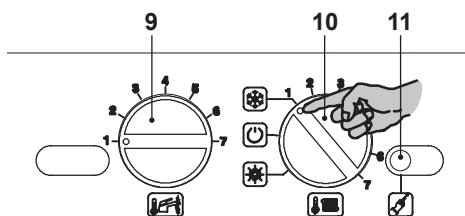
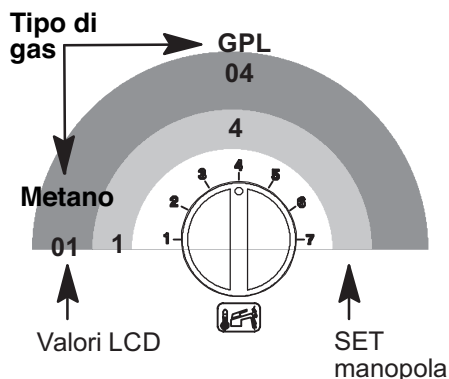
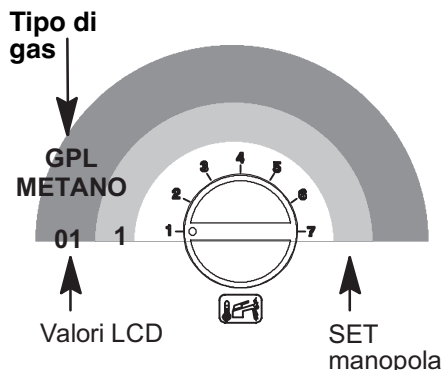

Figura 8.2
Figura 8.7
Figura 8.11
- Posizionare il selettore 9 e la manopola regolazione sanitario 10 come in Figura 8.2.
- Per settare il Tipo di gas bisogna entrare in programmazione premendo per 15 secondi il pulsante di ripristino 11 in Figura 8.2 fino alla comparsa del parametro **P01** sul display LCD; sul display LCD compare la seguente visualizzazione (la sequenza **P01** si alterna -- -- --).
- Premere il pulsante di ripristino 11 in Figura 8.2 per lo scorrimento dei vari parametri sino al raggiungimento del parametro **P05** valido per il settaggio del Tipo di gas; sul display LCD compare la seguente visualizzazione (la sequenza **P05** si alterna a **01**).
Esempio: Se il tipo di gas di alimentazione è il GPL (G30-G31) e la caldaia è predisposta per il funzionamento con il gas Metano (G20) ruotare la manopola 9 in Figura 8.2 come in Figura 8.7.
- Premere il pulsante di ripristino 11 in Figura 8.2 per il raggiungimento del parametro **P06** valido per il settaggio del Tipo di gas (secondo livello); sul display LCD compare la seguente visualizzazione (la sequenza **P06** si alterna a **01**).
pola regolazione temperatura sanitaria 9 in Figura 8.2 e posizionarla sulla posizione prescelta vedi anche Figura 8.11.